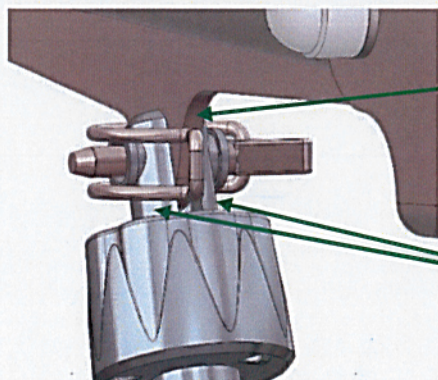

Figure 3. Support du dispositif de réglage et œil de la tige de piston bien positionnés.
- Le support du dispositif de montage (voir figure 3) doit être placé dans l'espace situé entre les deux parties de l'œil de la tige de piston (voir figure 4).